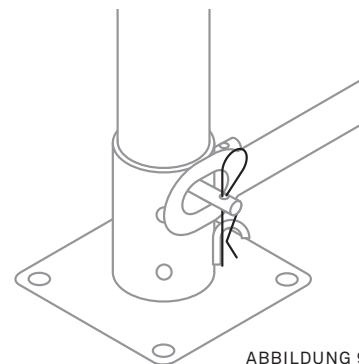

ABBILDUNG 9
11. Schieben Sie die Rohre des Bodenrahmens über den horizontalen Stab der Fußplatte. Bringen Sie dann, wie in Abbildung 9 dargestellt, den R-Stift an, damit der Bodenrahmen nicht vom Stab rutschen kann.